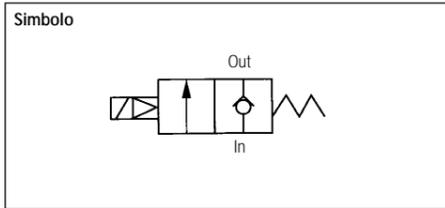

Fig. 1
N.A Tipo normalmente aperto (Fig. 1)
N.C Tipo normalmente chiuso (Fig. 1)